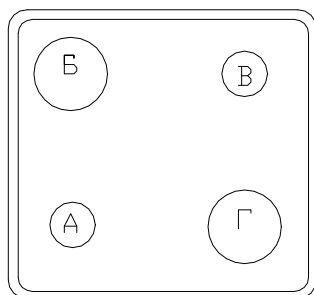

Рис. 25
6.8.5.1. В плите применяются горелки стола (рис.25):